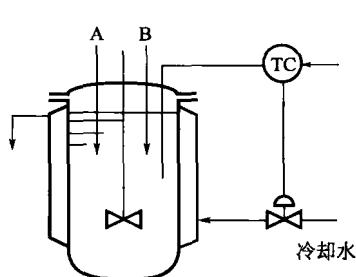

图 1-15 反应器温度控制系统
(2) 分别指出两个控制系统的被控对象、被控变量和操纵变量。
10. 图 1-15 所示为一反应器温度控制系统。A、B 两种物料进入反应器进行反应，通过改变进入夹套的冷却水流量来控制反应器内的温度维持恒定。图中 TC 表示温度控制器。试指出该系统中被控对象、被控变量、操纵变量和可能的扰动量各是什么。画出该系统的方框图。